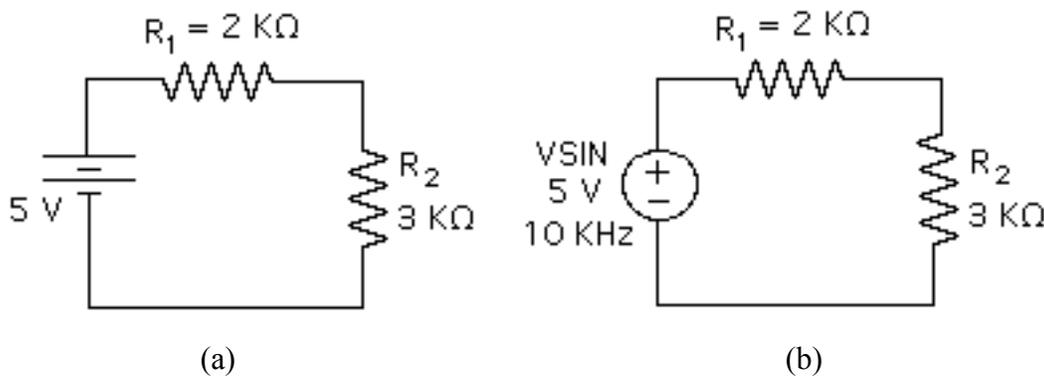

Figura 2.1.- Circuitos con dos resistencias
- 9.- Seleccione cada uno de los componentes para observar la **ventana asociada**, donde se pueden cambiar los parámetros del componente. Colóquelo a cada componente los valores correspondientes para obtener el circuito de la Figura 2.1.a.
- 17.- Una vez realizado todo el proceso para el análisis **TRANSIENT** con una fuente DC, repítalo con una fuente alterna, para lo cual tiene que modificar el circuito (identificándolo con otro nombre), colocando una **fuerse VSIN**, a la que se le va a dar una amplitud de 5 V y una frecuencia de 10kHz, como se puede observar en la Figura 2.1.b. Los parámetros del análisis **TRANSIENT** deben modificarse en la **caja de diálogo** para poder observar cuatro ciclos del voltaje sobre la fuente y sobre la resistencia de  $3k\Omega$  (En este caso elimine el marcador de tierra). El **tiempo total de análisis** debe ser igual a cuatro veces el período de la señal y el **tiempo entre un punto y el siguiente** puede seleccionarse como la centésima parte del tiempo total. Tanto el diagrama circuital en SPICE como la gráfica resultante con las dos señales sinusoidales se deben guardar para poderlas utilizar posteriormente.
- 22.- Sobre el diagrama en SPICE de un circuito **pueden observarse los valores de las corrientes y voltajes DC** en los distintos componentes del circuito. Para ello, deben colocarse marcadores en los puntos de interés, escoger **BIAS POINT DETAIL** en la ventana de selección de los tipos de análisis que se pueden realizar, seleccionar las opciones de presentación de los voltajes (Enable Bias Voltage Display, **V**) o de las corrientes (Enable Bias Current Display, **I**) y presionar el ícono para correr la simulación. Esto es particularmente útil en circuitos DC como el de la Figura 2.1.a. Aplique el procedimiento a dicho circuito y guarde los resultados.